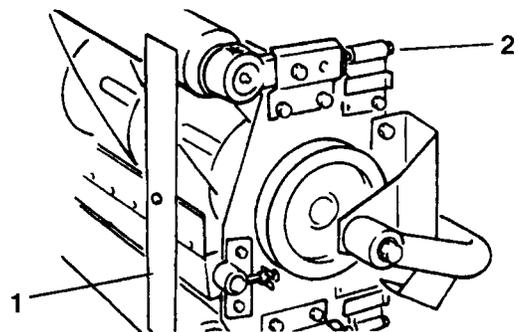

Bild 43
1. An der Meßlehre den Schraubenkopf auf die gewünschte Schnitthöhe einstellen (Bild 43). Dieses Maß gilt von der Oberfläche des Untermessers bis zur Unterseite des Schraubenkopfes. Die Meßlehre (Toro Bestell-Nr. 138199) ist von Ihrem TORO Vertragshändler zu beziehen.